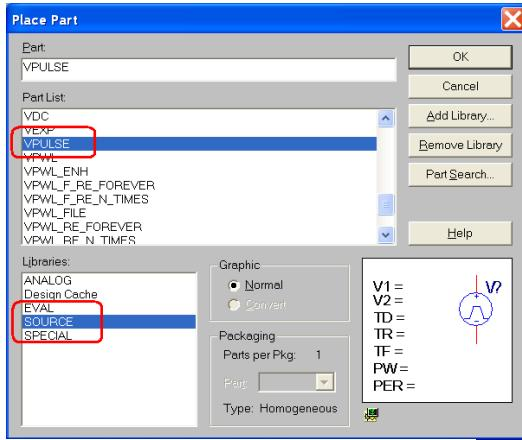

图 44. 加脉冲方波信号源
1) 加信号源: Place->Part->SOURCE->VPULSE, 可见到下面图 44.